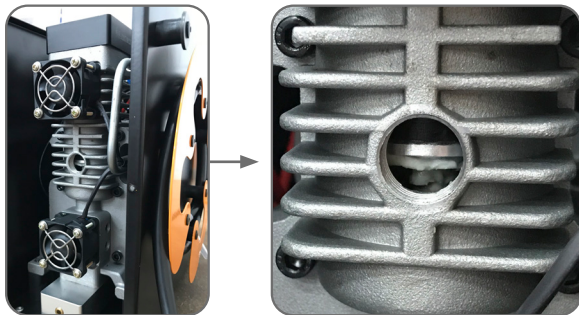

Imagen 4
2. Retire el tapón de la cámara del pistón (imagen 4).